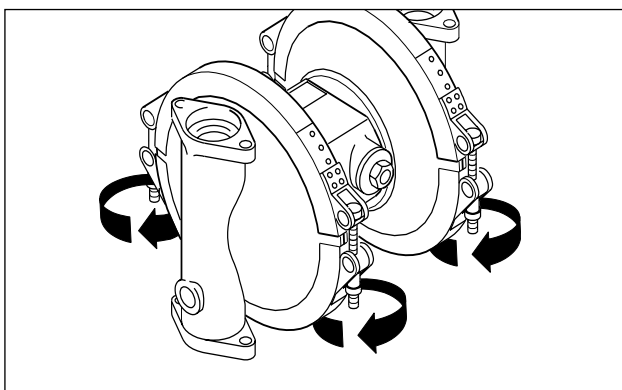

Fig. 9: Abrir as cintas de fixação.
- Soltar as cintas de fixação (de modo a evitar o encravamento das porcas e pinos em aço inox, event. lubrificar) (Fig. 9). Nas versões em aço inox polido (DB, DH) abrir a união roscada.